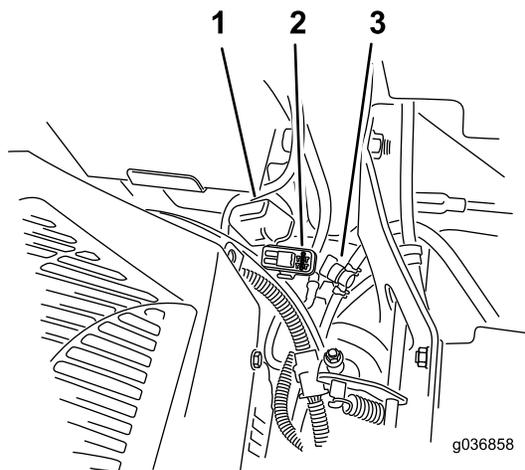

Рисунок 54
**Примечание:** На машинах с системой подвески MyRide проверьте, чтобы кабель заземления не мог тереться о продольный рычаг подвески или нижнее крепление амортизатора (Рисунок 54).
Предохранители расположены на правой консоли рядом с сиденьем (Рисунок 54).
2. Установите новый предохранитель (Рисунок 54).